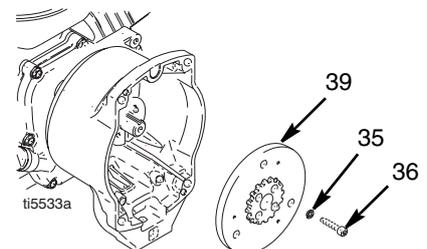

Рис. 7
9. Рис. 7. Воспользуйтесь гайковертом или клином, установленным между якорем (39) и корпусом муфты сцепления, чтобы удерживать вал двигателя при демонтаже.
10. Выкрутите четыре винта (36) с пружинными шайбами (35).
11. Снимите якорь (39).